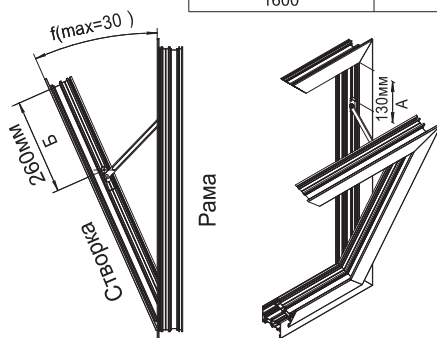
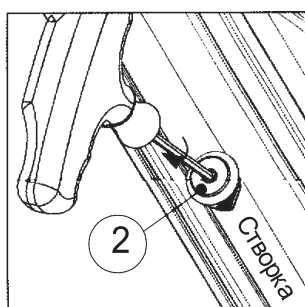
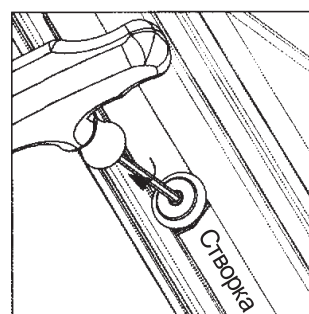

Рис. 1
Рис. 3
Рис. 4
1. Установить Раму со створкой вертикально и приоткрыть створку (рис.1)
3. Вставить обрезиненный ролик (2) в фурнитурный паз створки(рис.3), выдержав расстояний  $B=260$  мм (рис.1), повернуть ролик по часовой стрелке и закрепить винтом (рис.4)